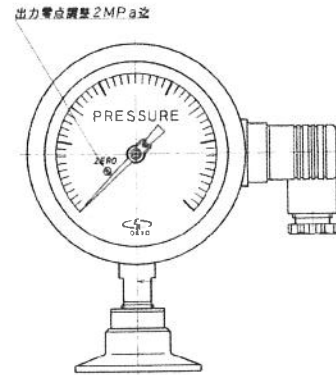

図1
- ① 調整作業は電源投入後、発信器内の電子回路が安定するまで、約5分経過した後に行ってください。ゼロ調整トリマの位置は圧力指示付発信計の正面文字板左下にあります。(図1. 参照)
- ② ゼロ(ZERO)調整は必ず無圧力状態(大気圧)である事を確認してください。
- ③ 無圧力時の出力値